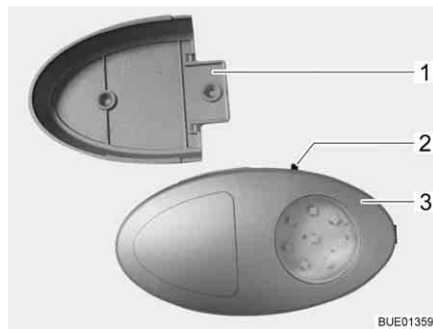

Fig. 57 Luci armadi guardaroba
- ▷ È possibile estrarre la luce armadio guardaroba dal supporto a vite (Fig. 57,1) e utilizzarla come torcia elettrica.
L'interruttore di accensione/spegnimento (Fig. 57,2) è montato direttamente sulla luce armadio guardaroba (Fig. 57,3).